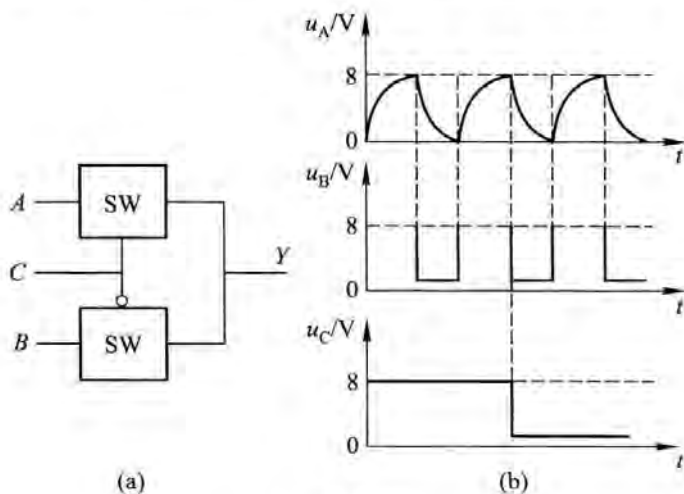

图 2.3.15
【例 2.13】 模拟开关构成的电路如图 2.3.15(a) 所示, 电源 $V_{DD} = 10V$ 。
- (1) 写出输出 Y 的表达式；
- (2) 若各输入信号电压波形如图 2.3.15(b) 所示, 试画出输出 Y 的电压波形图。